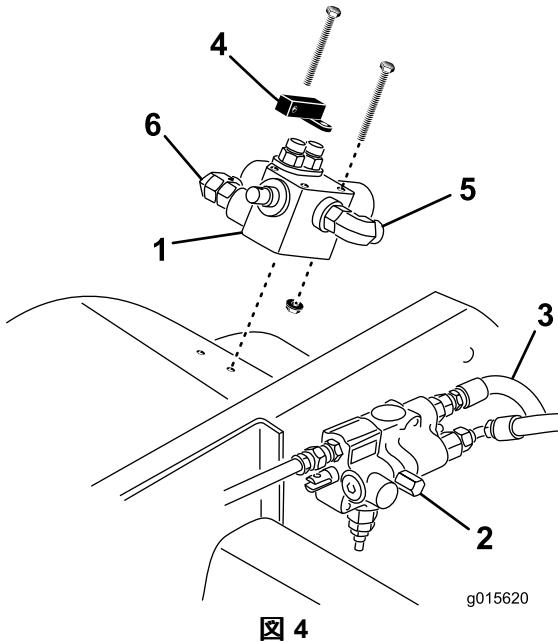

図 4
4. 制御バルブとピボットレバーを右フェンダに取り付けるボルト1/4 x 2-3/4 インチ3本と、1/4インチのフランジロックナットを図4のように使用する。
5. 昇降バルブの下に廃油受けの容器を置く図 4。
6. ステアリングホース図 4を昇降バルブのPポート上後面のポートから外す。
7. ステアリングホース昇降バルブのPポートから来ているを、コントロールバルブのオペレータ側の90度フィッティングに接続する図 4。
8. ストレートフィッティングと45度フィッティングのついている油圧ホースを、昇降バルブのPポートと、コントロールバルブの外側にある90度フィッティングに接続する図 4。